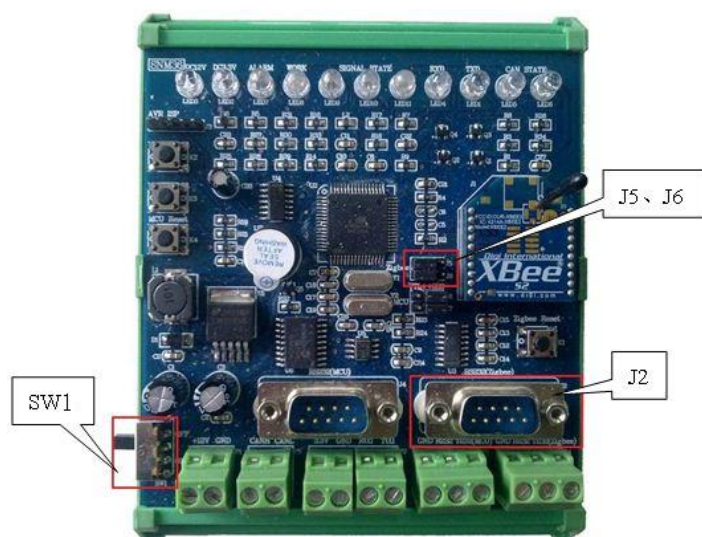
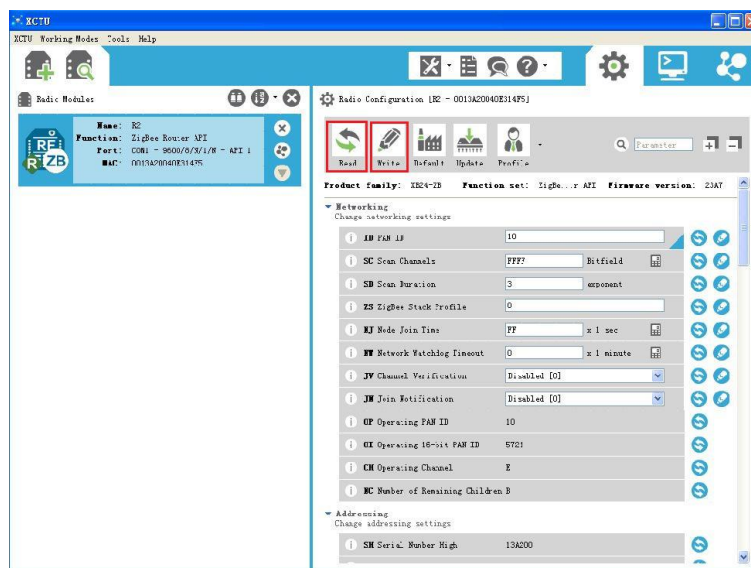

图3 ZigBee 扩展模块
图 6 模块信息
- ①将“感知节点单元”上的ZigBee扩展模块的左下侧电源开关【SW1】拨到“OFF”，然后把【J5】、【J6】处的短路帽插到右侧。用平行串口线（两头孔），将ZigBee扩展模块上的【J2】连接到PC机的串口。将ZigBee扩展模块电源开关【SW1】拨到“ON”，如图3所示。
③模块添加成功后，显示模块信息，说明通信成功，参考信息如图6所示。
- ④ 在图6的模块信息界面，点击【Read】按钮，将ZigBee扩展模块的固件信息读取出来。
- ⑤ 在“Networking”选项，将“ID PAN ID”项设为参赛选手赛位号（注：同一套设备上Zigbee扩展模块的“ID PAN ID”必须相同）。在“Addressing”选项下，找到“NI Node Identifier”项，输入“R1”，点击【Write】按钮，将修改的参数写回到ZigBee扩展模块中。
- ⑥ 点击【Read】按钮，刚才修改过的参数项目显示蓝色，且每项前面的括号内即为设置的参数值。
- ⑦ 把ZigBee扩展模块（图3）左下侧电源开关【SW1】拨到“OFF”，拔下串口线，把【J5】、【J6】处的短路帽插回到左侧（TTL）端。
- ⑧ 对“智能对象单元”上的ZigBee扩展模块，按上述步骤①～⑦进行类似配置，“ID PAN ID”号设置为参赛选手赛位号，“Node Identifier”项设为“R2”，点击【Write】按钮，写入参数。